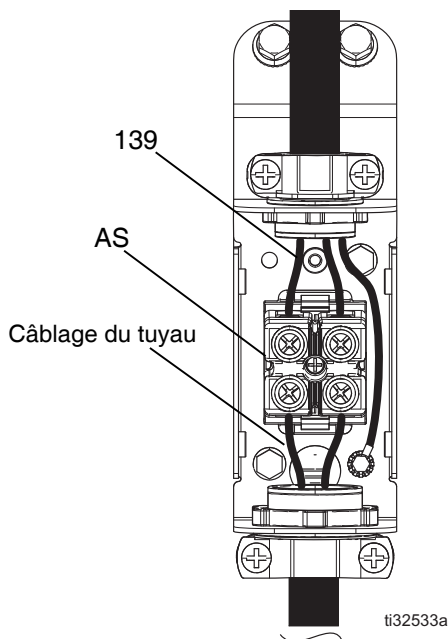

FIG. 70
2. Ouvrez la porte du coffret électrique (173) en desserrant les boulons (68) et en relevant la porte.
3. Éteignez le disjoncteur CB5 et débranchez les fils du flexible dans le boîtier de raccordement électrique du flexible. Voir la FIG. 70, page 70.
- b. En présence de continuité, rebranchez les fils du flexible dans le boîtier de raccordement électrique. Voir la FIG. 70, page 70. Allumez le disjoncteur CB5. Fermer la porte du boîtier électrique (173) et serrer les boulons (68).